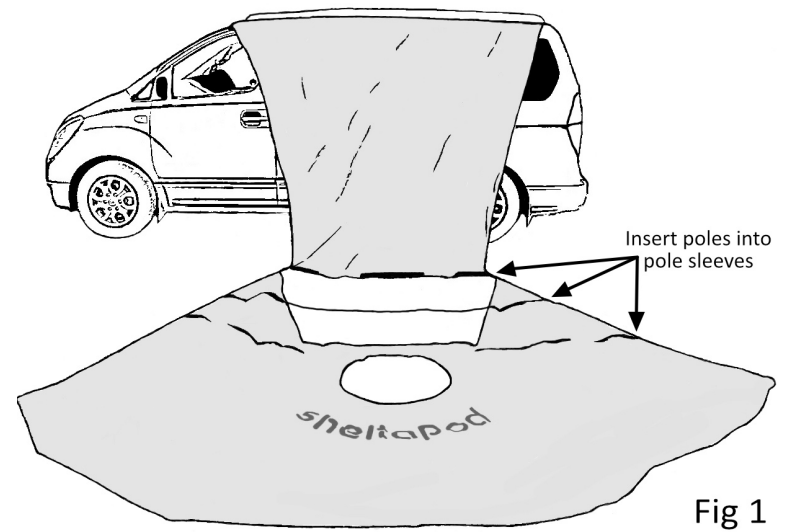

Fig 1
2. Attach rainfly to the campervan via the C channel, J rail (gutter), over the top straps, velcro straps or suction clamps and spread the awning out to the side of the campervan (Fig 1)
Bringen Sie rainfly an den Campervan über den C-Kanal, J-Schiene (Rinne), über die oberen Riemen, Klettbänder oder Saugspanner und verteilt die Markise zur Seite des Campervan (Fig 1)
Attachez rainfly le campervan via le canal C, J rail (gouttière), sur les lanières, bandes velcro ou des pincés d'aspiration et de répandre l'auvent sur le côté du campervan (Fig 1)